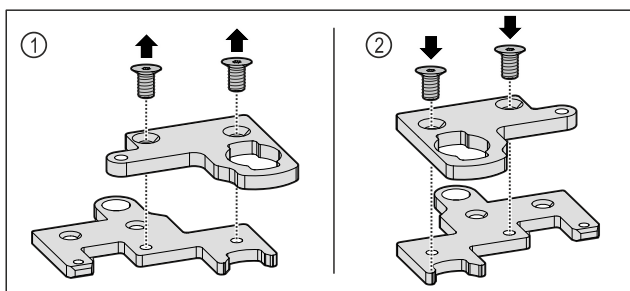

Fig. 31
- Disassemblare l'angolo della cerniera composto da due elementi. *Fig. 31 (1)*
- Ruotare l'angolo della cerniera composto da due elementi di 180° e rimontarlo. *Fig. 31 (2)*